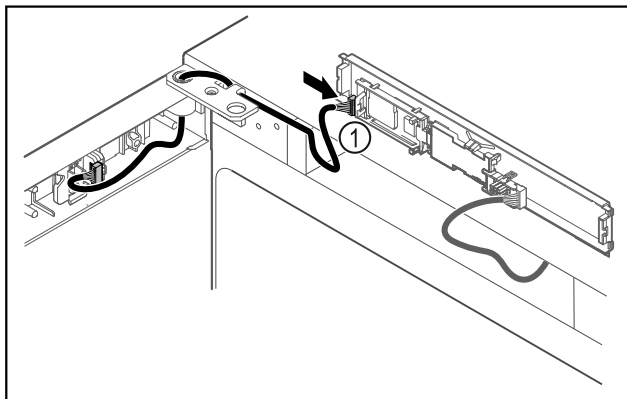

Fig. 46
- ▶ Sæt stikket Fig. 46 (1) i på printkortet.